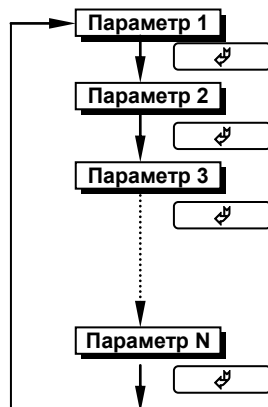

Рисунок 4.5 - Диаграмма выбора параметров на каждом уровне
- Для выбора параметров на каждом уровне необходимо нажать клавишу [↵] (рисунок 4.5). При каждом нажатии клавиши [↵] происходит переход к следующему параметру.